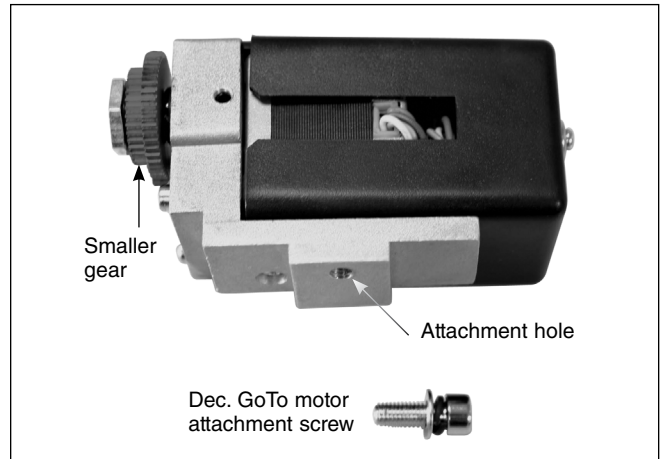
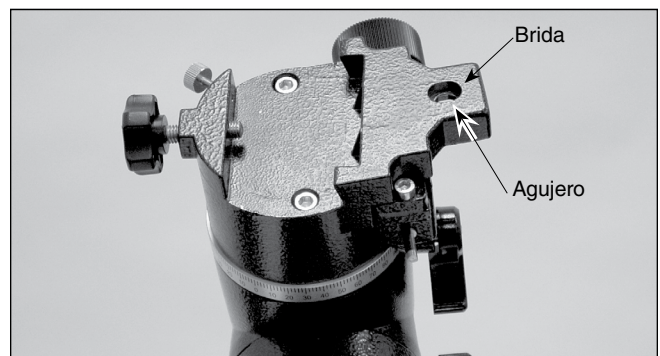
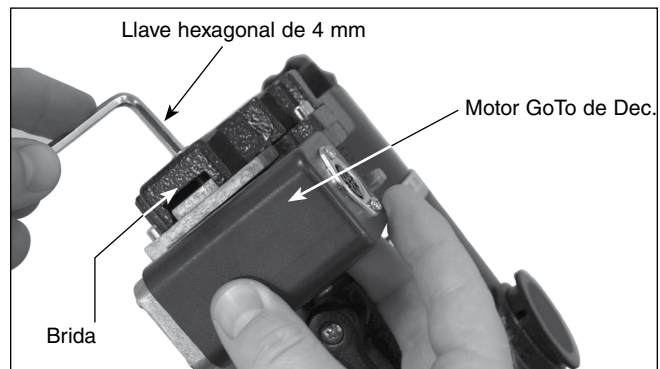

Figura 9. The Dec. GoTo motor assembly
Figura 10. Posición de la brida en la montura
Figura 11. Colocación del motor GoTo de Dec.
3. La unidad de motor GoTo de Dec. se identifica por su cuerpo rectangular negro (**figura 9**). Se coloca al lado de la montura ecuatorial con el tornillo de fijación del motor GoTo de Dec. que atraviesa el agujero de la brida que hay en la parte superior de la montura ecuatorial (**figura 10**). La unidad de motor debe colocarse de manera que quede orientada como se muestra en la **figura 11**. Sujete la unidad de motor de manera que su agujero roscado quede alineado con el agujero que hay en la parte superior de la montura. Coloque la arandela de presión y, a continuación, una arandela plana en el tornillo de fijación del motor GoTo de Dec. Utilice la llave hexagonal de 4mm para enroscar el tornillo de fijación en el agujero de fijación de la unidad de motor hasta que quede firme, pero no lo apriete demasiado.